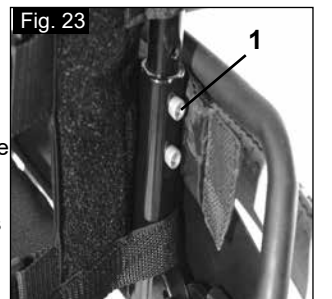

Fig. 23
A altura do encosto pode ser ajustada entre 2 ou 3 posições diferentes (em função do modelo) (41 cm, 43,5 cm e 46 cm). Desaperte e remova os parafusos (1)+(2) e ajuste o tubo do encosto para a altura pretendida. Aperte de novo os parafusos (Fig. 23).